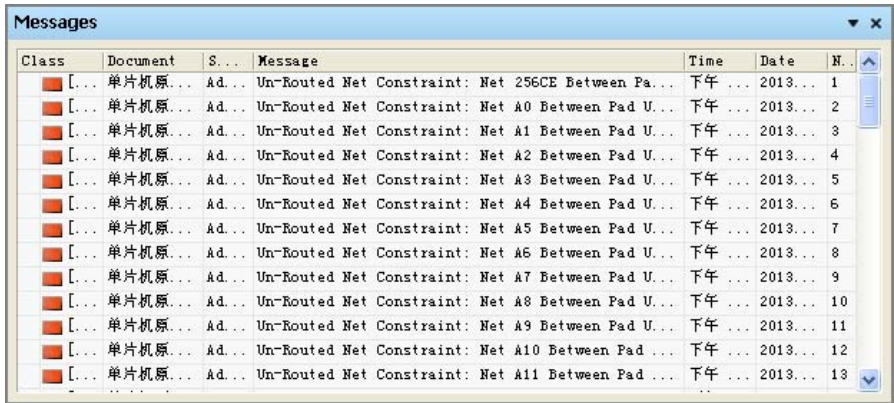

图 10-6 “Messages” 面板 1
Step3 系统执行批处理 DRC，运行结果在“Messages (信息)”面板中显示出来，如图 10-6 所示。系统生成了 70 余项 DRC 警告，其中大部分是未布线警告，这是因为我们未在 DRC 运行之前禁止该规则的检查。这种 DRC 警告信息对我们并没有帮助，反而使“Messages (信息)”面板变得杂乱。